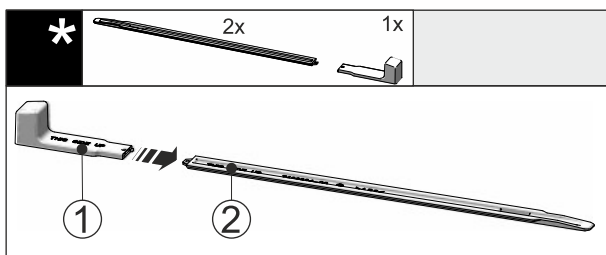

Fig. 45
► Montážní úchyt Fig. 45 (1) připevněte k nivelační liště Fig. 45 (2).